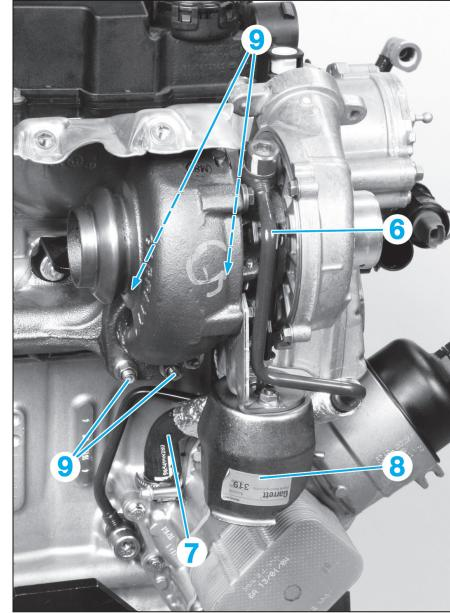

FIG. 65
- les écrans thermiques (5),
- les canalisations d'alimentation (6) et de retour (7) d'huile (Fig.65),
- la canalisation de dépression de capsule de régulation de suralimentation (8).
- les écrous de fixation (9) du turbo sur le collecteur d'échappement,